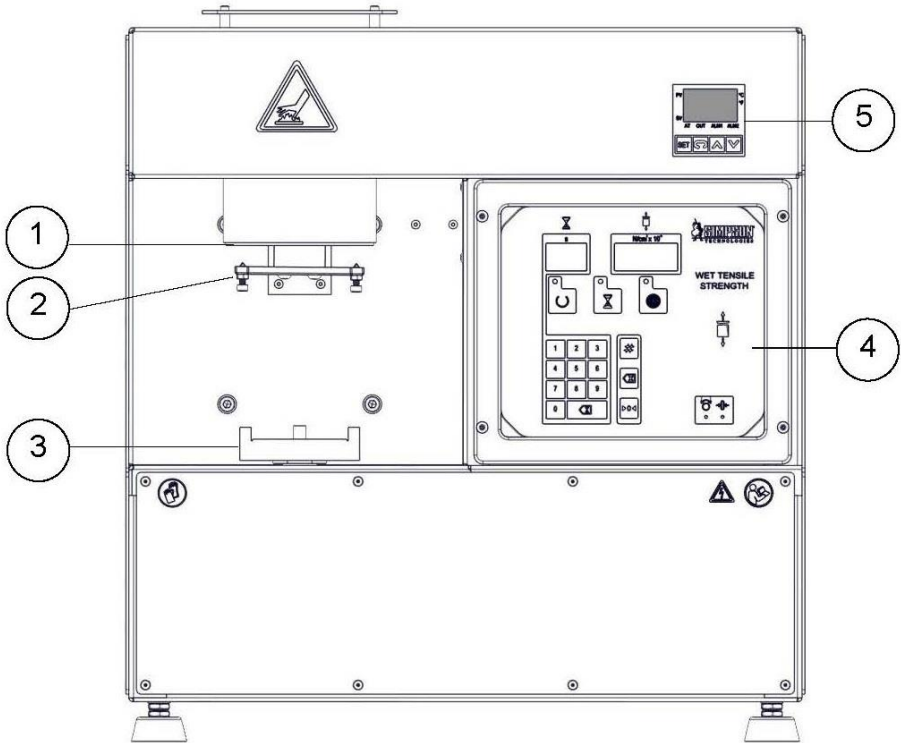

Figura 7-2 – Vista Frontal
2. Suavemente inserte el Centrador de Horquilla sobre la Mesa (Figura 7-2, Ítem 3) del Resistómetro de Tracción en Húmedo.
4. Suavemente coloque una Pesa Maestra de Calibración, Modelo 42112B, en la horquilla de medición (Figura 7-2, Ítem 2). Vea la Foto 1 mostrando la Pesa Maestra de Calibración cargada sobre la horquilla de medición.
Es importante centrar los pernos soporte ubicados en la horquilla de calibración (Figura 7-2, Ítem 2) hacia el centro del anillo desmontable del tubo probetero. Para verificar la posición de los pernos, siga el procedimiento siguiente:
1. Cuidadosamente inserte el Centrador de Horquilla (Modelo 42112A) en la mesa (Figura 7-2, Ítem 3) del Resistómetro de Tracción en Húmedo. Suavemente presione el Centrador de Horquilla de vuelta sobre la mesa hasta que alcance el tope duro ubicado en la parte de atrás de la mesa.